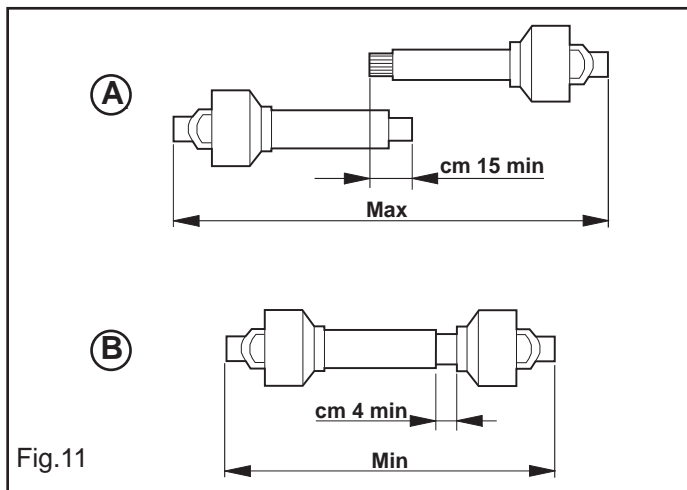

Fig.11
- Cuando el árbol cardán se encuentra totalmente afuera, los dos tubos tienen que superponerse por lo menos de 15 centímetros (A, Fig.11). Mientras cuando este se encuentra insertado al máximo, el yugo mínimo permitido es de 4 centímetros (B, Fig.11).